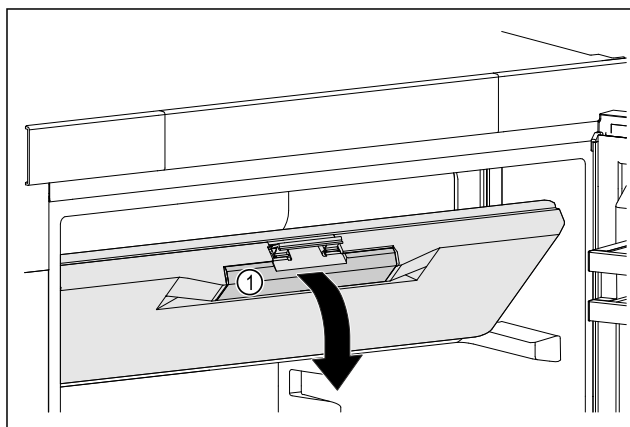

Fig. 75
- Primite vrata zamrzovalnega predala za vgrajen ročaj Fig. 75 (1).